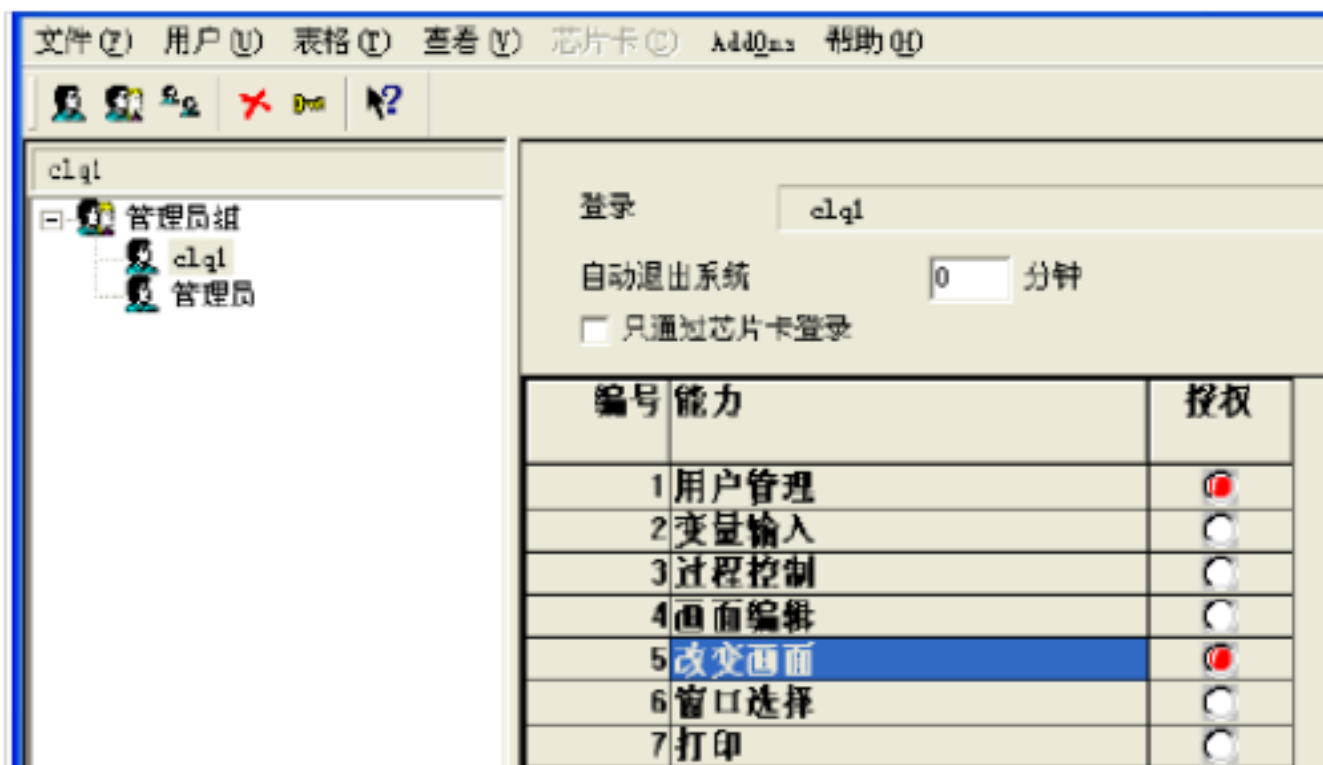

图 3-8 用户管理器编辑器
1) 在 WinCC 资源管理器中，选择“用户管理器”，单击鼠标右键，从弹出的菜单中选择“打开”，将用户管理器编辑器打开，如图 3-8 所示。